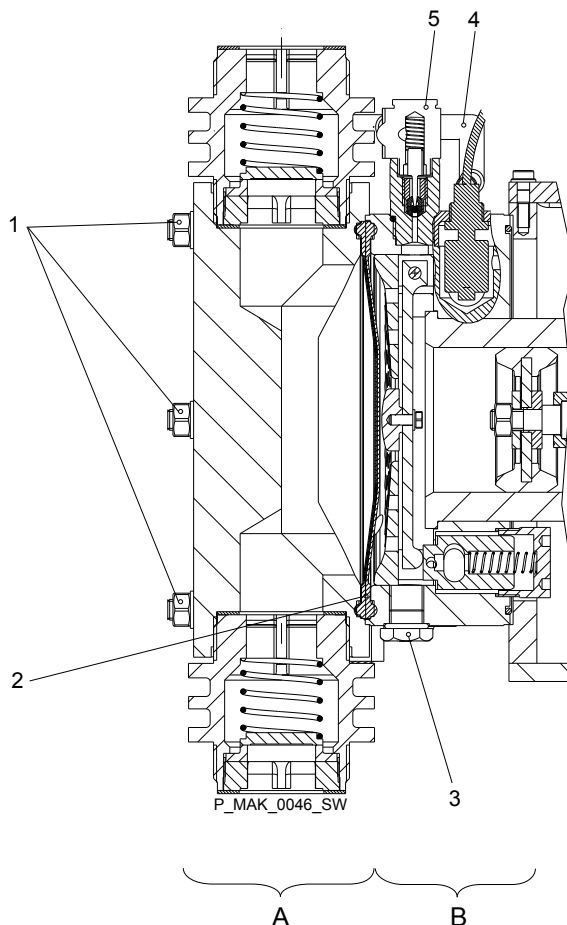

Fig. 24: Sección de la unidad de transporte y la unidad hidráulica
6. Deje salir el aceite hidráulico de la unidad hidráulica exclusivamente por el tapón de vidrio acrílico (3) (consulte Fig. 24).